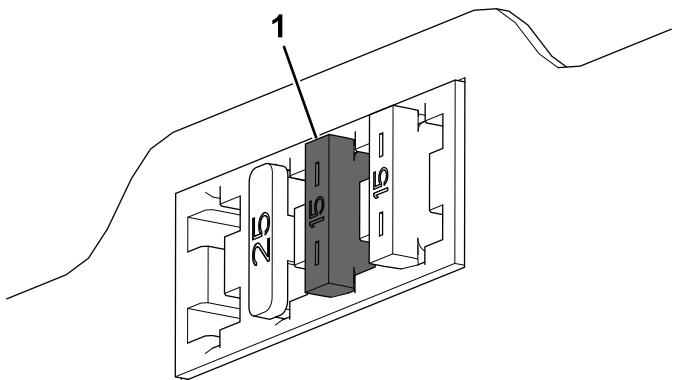

Bild 12
- Setzen Sie die Sicherung (15 A) in den dritten Einschub von links ein (wenn Sie auf den Sicherungskasten schauen) (Bild 12).